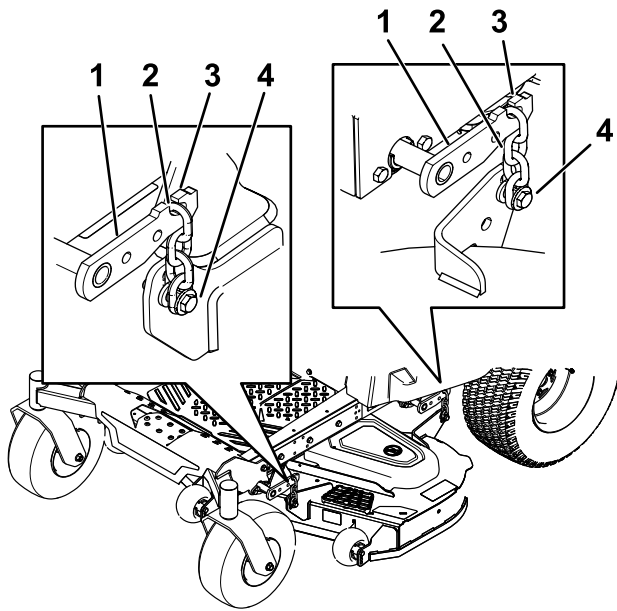

Figura 78
- Retire las cadenas de los ganchos de los brazos de elevación de la carcasa (Figura 78).
6. Eleve la parte trasera de la carcasa de corte y conecte las cadenas a los brazos de elevación traseros (Figura 78).
7. Conecte las cadenas delanteras a los brazos de elevación delanteros (Figura 78).